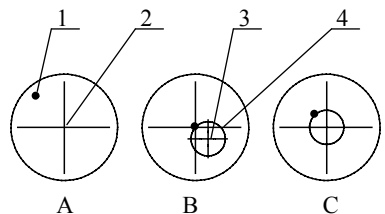

图 7
- 2) 定位视场内某一目标点，移动标本使目标点和视场中心重合，见图 7 A。
- 3) 旋转载物台，如果载物台中心没有调中，目标点会以圆周轨迹旋转，见图 7 B。
- 4) 适当调节载物台调中螺钉，使轨迹中心靠近视场中心，载物台调中就完成了，见图 7 C。